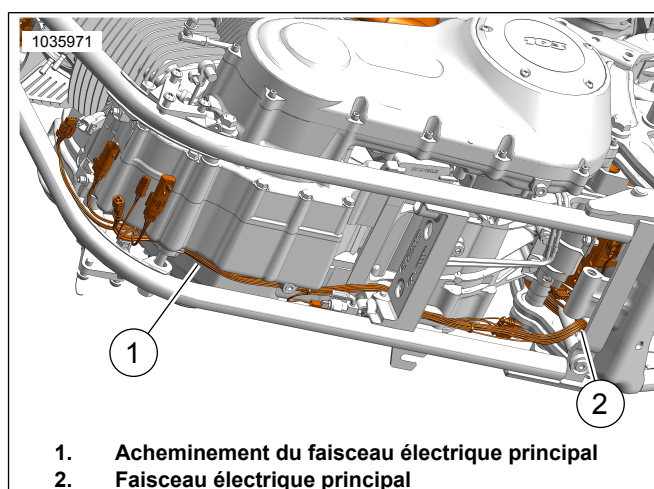

Figure 36. Acheminement du faisceau électrique
16. Consultez Figure 36 . **Sonde d'oxygène chauffante avant (long fil du faisceau) :**
- b. Repérez le faisceau principal (2).
- c. Faites passer le faisceau le long du faisceau principal (1) vers le connecteur de la sonde d'oxygène avant.